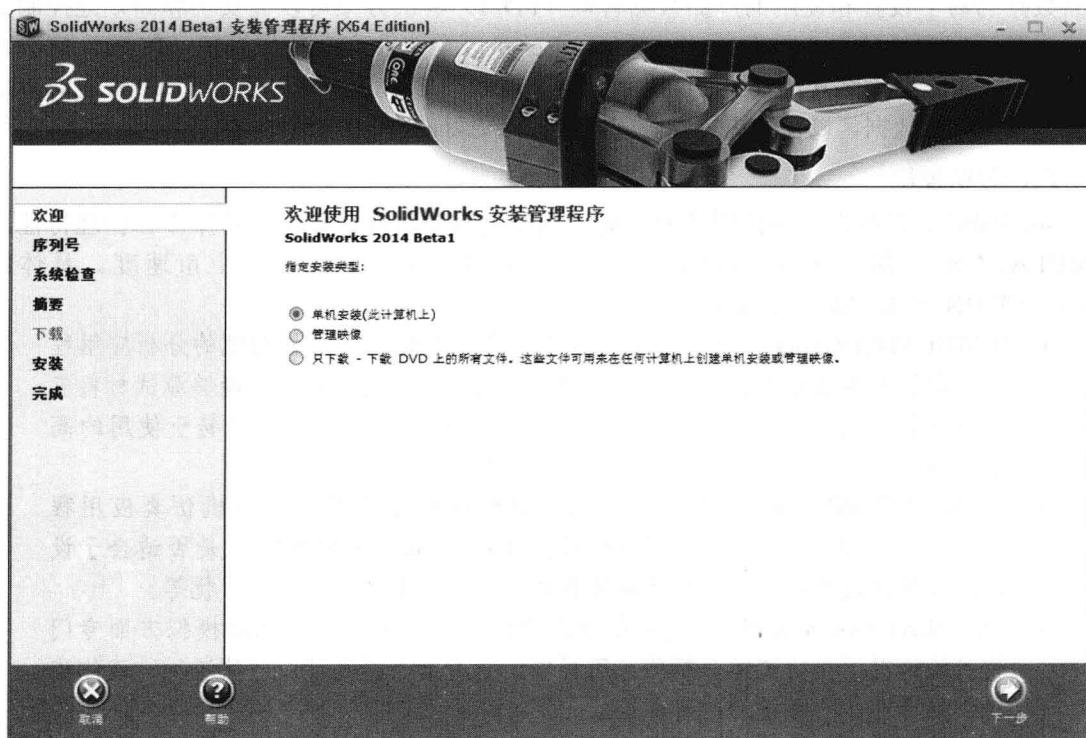

图1-1 【欢迎】对话框
- 将光盘放入光驱后，单击光盘中的 setup.exe 安装程序，弹出【欢迎】对话框，如图 1-1 所示。